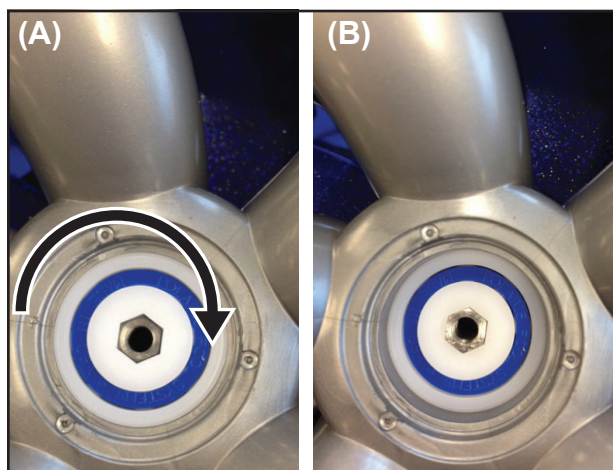

Figure 24. (A) Faire tourner le roulement afin de l'aligner avec l'essieu. (B) Appuyer sur le roulement.
13. Faire tourner le roulement de la roue afin d'aligner le cran hexagonal et l'essieu. Appuyer fermement sur le roulement. (Figure 24).